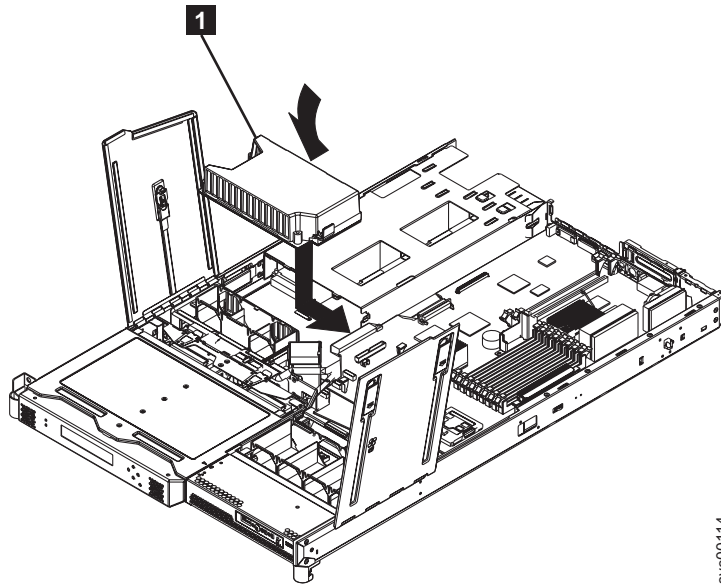

図 169. SAN ボリューム・コントローラー 2145-8F4 または SAN ボリューム・コントローラー 2145-8F2 の電源バックプレーンの交換
1. SAN ボリューム・コントローラー 2145-8F4 または SAN ボリューム・コントローラー 2145-8F2 の所定の位置で電源バックプレーンを下げ、システム・ボードに接続するように右方にスライドします。 210 ページの図 169 を参照してください。